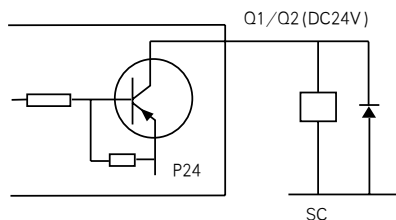

图2-14 晶体管输出电路
- 如输出端子需要0V则可按图2-14加装中间继电器进行转换。
- 如果输出端子驱动感性负载(例如电磁继电器、中间继电器)，则应加装浪涌电压吸收电路如图2-14。